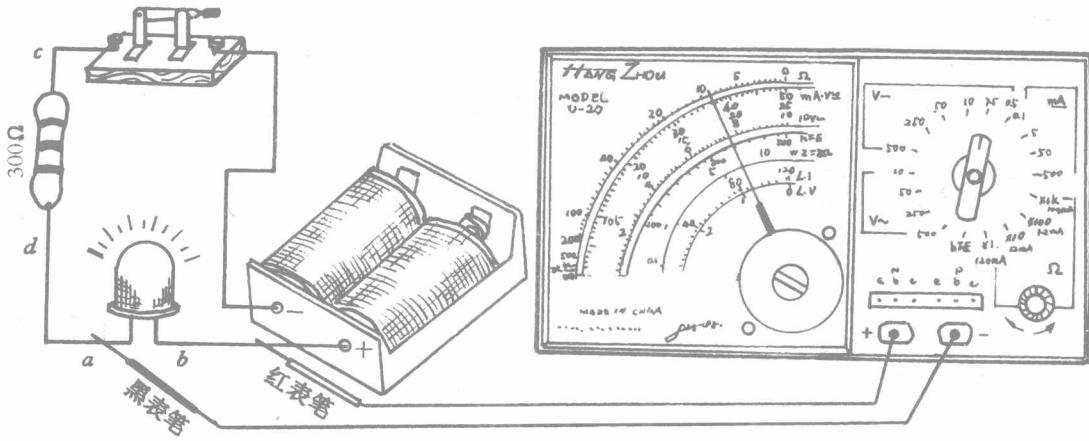

图 1-1-5
(2) 测发光二极管两端电压。
① 将万用表转换开关旋到直流电压挡 (DC 2.5 V)。
② 如图 1-1-5，将万用表红表笔接发光二极管连电池正极的那端 (图中 b)。
③ 如图 1-1-5，将万用表黑表笔接发光二极管另一端 (图中 a)。读取数据，并作观测记录 ____ V。